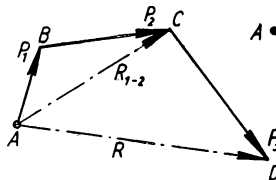
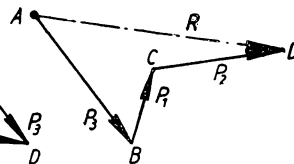

Bild 178
Bild 179
**Lösung: a)** Man vereinigt zunächst  $P_1$  und  $P_2$  zu ihrer Mittelkraft  $R_{1-2}$  (Bild 178). Dabei genügt es, statt des vollständigen Parallelogramms (Aufg. 152) das halbe Parallelogramm, d. h. das Kräftedreieck, zu zeichnen. Die Kraft  $R_{1-2}$  wird dann weiter mit  $P_3$  zur Gesamtmittelkraft  $R$  zusammengesetzt.
**b)** Die Reihenfolge der Kräfte ist bedeutungslos. In Bild 179 ist z. B. die Reihenfolge  $P_3-P_1-P_2$  gewählt, wobei sich dieselbe Mittelkraft  $R$  wie in Bild 178 ergibt. Die Richtung der Mittelkraft geht immer vom Anfangspunkte  $A$  aus.